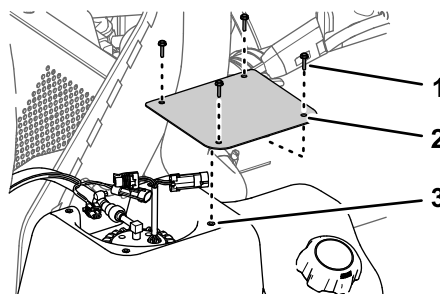

Figure 77
2. Sur le réservoir de carburant, retirez les 4 vis (n° 10 x 3/4") qui fixent le couvercle au sommet du réservoir et déposez le couvercle (Figure 77).